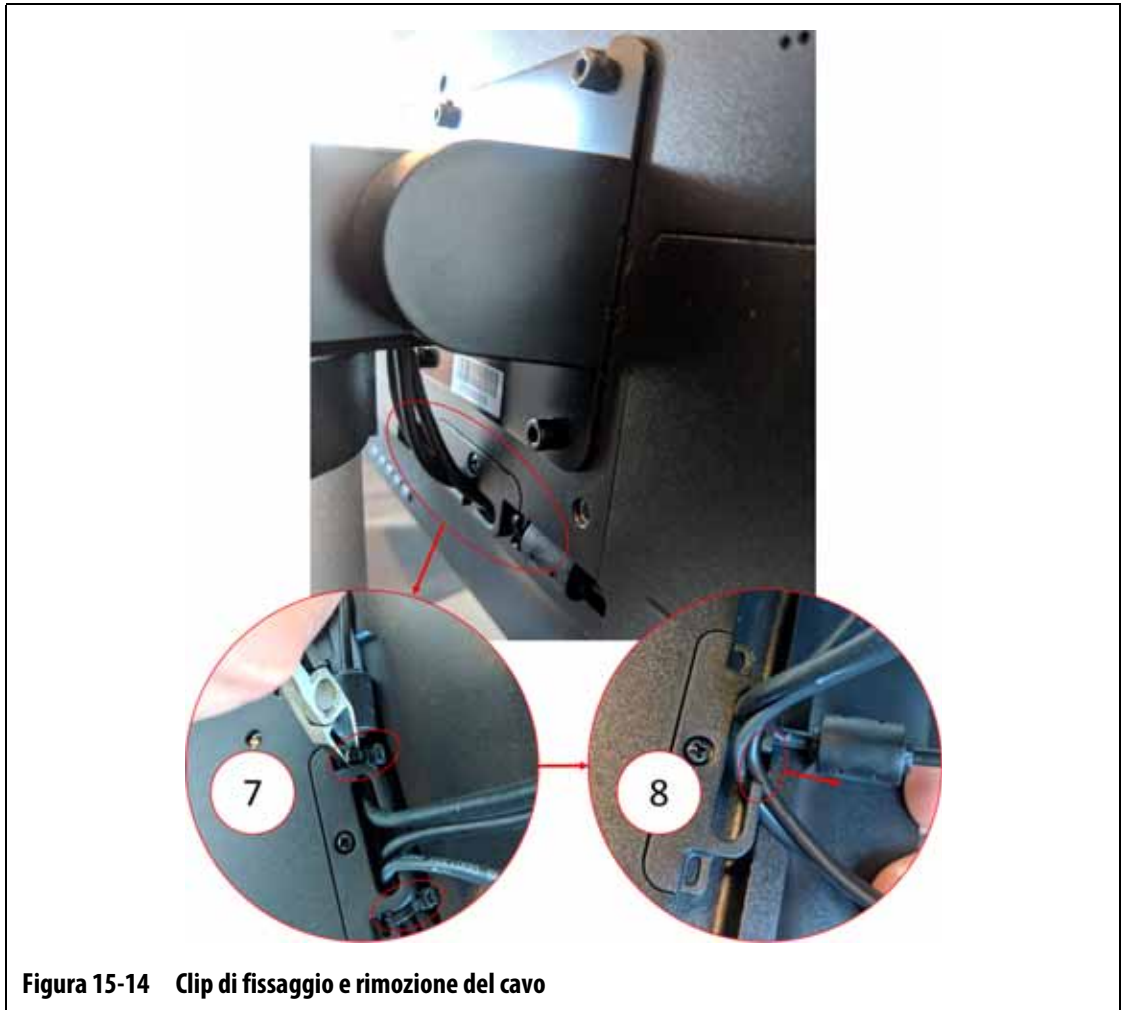

Figura 15-14 Clip di fissaggio e rimozione del cavo
9. Sul retro del monitor a sfioramento, nei pressi dell’area centrale in basso, trovare la clip di fissaggio del cavo a “C” e tagliare le fascette su entrambi i lati. Consultare l’immagine numero 7 nella Figura 15-14.
10. Rimuovere i cavi dalla clip di fissaggio. Consultare l’immagine numero 8 nella Figura 15-14.